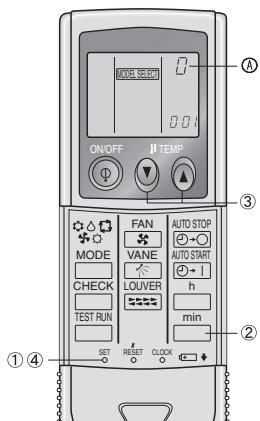

Fig. 6-9
- ① Appuyer sur le bouton SET à l'aide d'un objet pointu. Intervenir lorsque l'affichage de la télécommande est éteint.
- ② Appuyer sur la touche AUTO STOP \odot \odot .
- ③ Appuyer sur les touches temp. \odot \odot pour régler la configuration No 02. (Configuration No 02: avec vitesse automatique du ventilateur) Si l'opération est erronée, appuyer sur la touche ON/OFF \odot et recommencer à partir du point ②.
- ④ Appuyer sur le bouton SET à l'aide d'un objet pointu.
3) Attribution d'une télécommande sans fil infrarouge à chaque appareil (Fig. 6-9)
4) Réglage du numéro de paire de télécommande sans fil infrarouge (Fig. 6-9)
- ① Appuyer sur le bouton SET à l'aide d'un objet pointu.
- ② Appuyer deux fois sans relâcher sur le bouton min .
- ③ Appuyer sur le bouton temp \odot \odot pour attribuer le numéro de paires de votre choix. Si l'opération est erronée, appuyer sur la touche ON/OFF \odot et recommencer à partir du point 2.